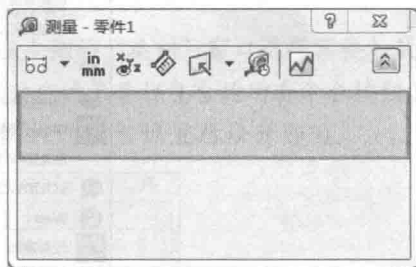

图 1-10 “测量”对话框
- ◇ 单击“工具”工具栏中“测量”按钮,或单击菜单“工具”→“评估”→“测量”,弹出“测量”对话框,如图 1-10 所示。